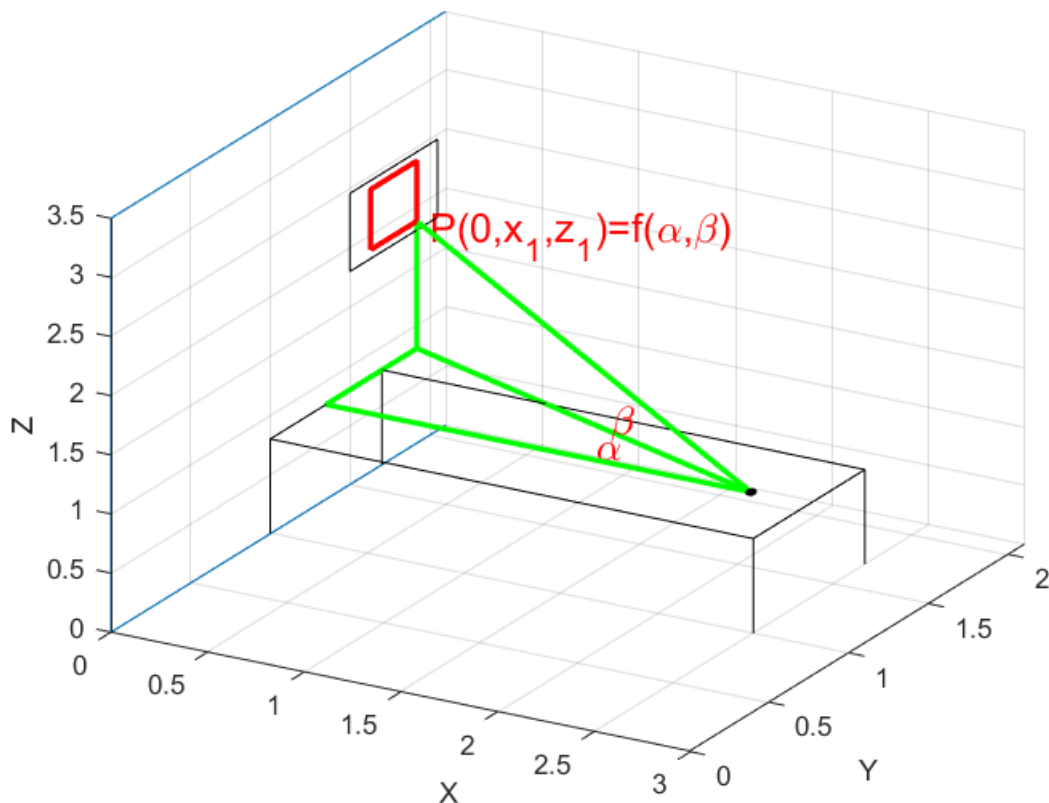

Figura 1 – Diagrama para cálculo da cinemática direta e inversa, disponível no arquivo de Matlab na área de trabalho.
Entretanto, pode-se desejar calcular a projeção da direção de um braço robótico em um determinado plano, projetando por exemplo um laser. Esse será o caso de nossa experiência. A figura 1 detalha como pode ser determinada, a partir de trigonometria, a cinemática direta e inversa para que o braço robótico 7bot projete um laser no quadrado desenhado na cartolina, fixada na parede do laboratório.
- 2) escolher uma origem e uma posição para o 7bot, conforme a Figura 1, e medir as distâncias necessárias usando a trena e a régua disponíveis;